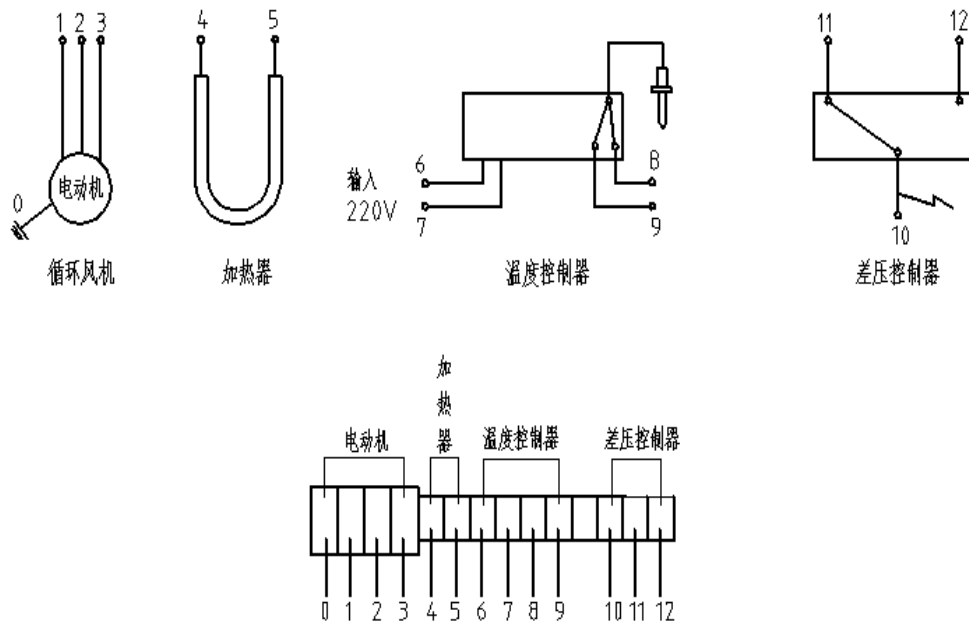

图 4 空水冷却器内的接线图
3.6.1.2 冷却器的接线盒内相应的接线标记如图 4 所示：
3.6.3.1 电机内部装有防潮加热器为 CHGQ1-220V 或者 JGL1-220V，每台电机共 2 只，机座前后各 1 只。也可根据用户要求装设。接线图如下图 4 所示。